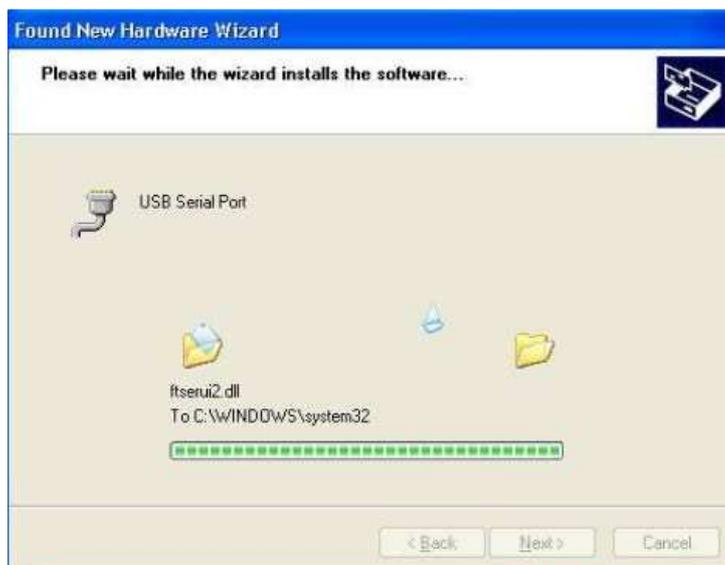

Fig. 2-21
- ◆ A tela exibida na Fig.2-21 será exibida como cópia do WindowsXP dos arquivos de driver solicitado.